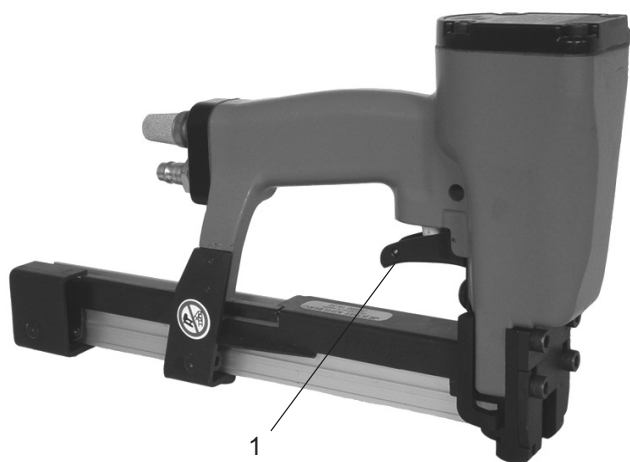

Fig. 2
1. Placera först på arbetsstycket tryck sedan på avtryckare (Fig. 2/1) och släpp denna. Repetera för ytterligare klammer.